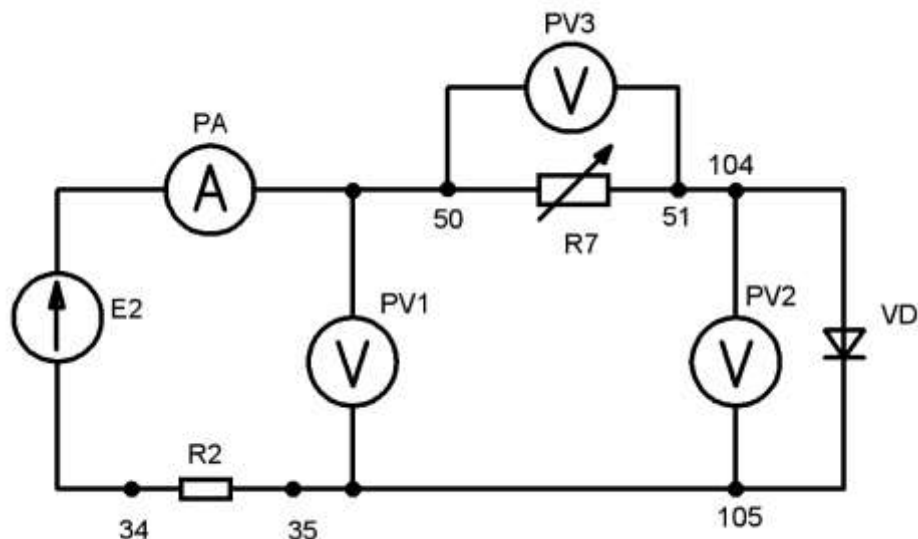

Рисунок 5.1
3. Начертить схему цепи. Рисунок 5.1